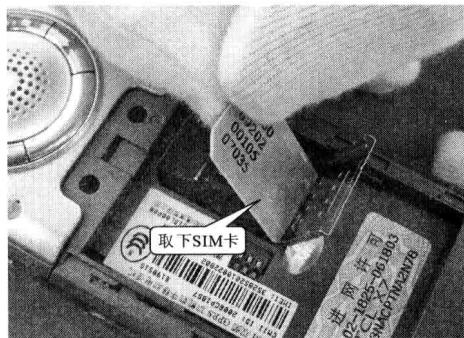

图 1-6 拆卸步骤⑥
步骤⑥ 打开卡仓后，用手轻轻撬动 SIM 卡即可将卡取下；安装 SIM 卡时将 SIM 卡安装到卡仓内后，按住金属板向上推即可，如图 1-6 所示。